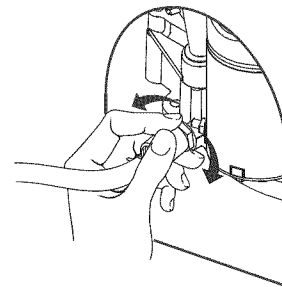

Figura 15 — Ajuste de la manguera de vaciado de aceite
2. Presione y gire el adaptador de vaciado de aceite ¼ de vuelta hacia la izquierda. Tire lentamente hasta que empiece a salir el aceite (Figura 15). **NO** suelte el adaptador de vaciado de aceite.